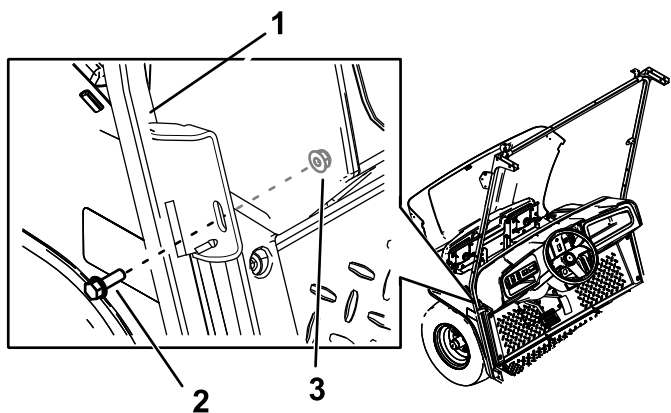

Bild 25
3. Befestigen Sie die mittlere Halterung der linken und rechten Windschutzscheibenstützen mit zwei Sechskantbundbolzen (5/16" x 1") und zwei Muttern (5/16") in den Bohrlöchern, die Sie in **(Bild 25)** gebohrt haben.